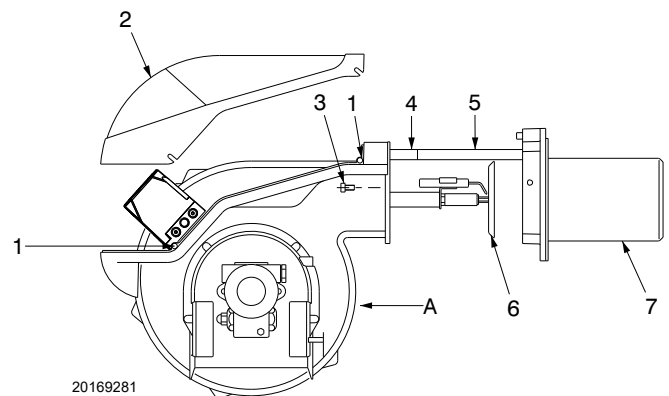

Abb. 40
- den Teil A zurück bewegen und dabei leicht angehoben halten, um die Scheibe 6) auf dem Flammrohr 7)(Abb. 40) nicht zu beschädigen.
Die Sicherung 2)(Abb. 40) befindet sich im hinteren Teil des Steuergeräts. Zudem ist eine Ersatzsicherung 1) erhältlich, die nach dem Abbrechen der Lasche A) herausgezogen werden kann, durch die sie befestigt wird. Ist die Sicherung 2) unterbrochen, muss sie ausgewechselt werden, wie in Abb. 40 dargestellt.